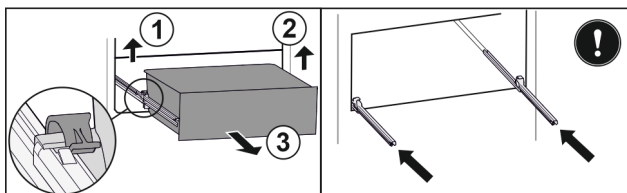

Fig. 161
- ▶ Emelje fel a bal oldali kapcsot, és ezzel egyszerre húzza előrefelé a fiók bal oldalát. Fig. 161 (1)
- ▶ Emelje fel a jobb oldali kapcsot, és ezzel egyszerre húzza előrefelé a fiók jobb oldalát. Fig. 161 (2)
- ▶ Vegye ki a fiókot előrefelé. Fig. 161 (3)